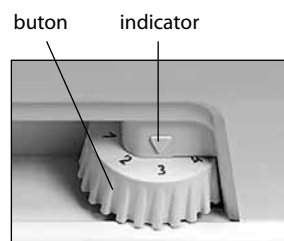

Figura 3 – Reglarea temperaturii
1.4 Elementul de reglare a temperaturii din frigider, în conformitate cu Figura 3 este **butonul de reglare a temperaturii (numit în continuare – buton)**, care se află sub masca frigiderului. Butonul se rotește în sensul acelor de ceasornic sau în sensul contrar al acestora și are diviziuni numerice. Diviziunea "1" corespunde celei mai joase setări de temperatură (răcire minimă) în camera frigorifică, diviziunea "7" – celei mai înalte setări de temperatură (răcire maximă). Pentru a regula temperatura, fixați diviziunea butonului sub indicator.
Deschideți ușa frigiderului. La prima conectare este recomandat să fixați sub indicator diviziunea "3" sau "4" a butonului în conformitate cu Figura 3. Închideți ușa.